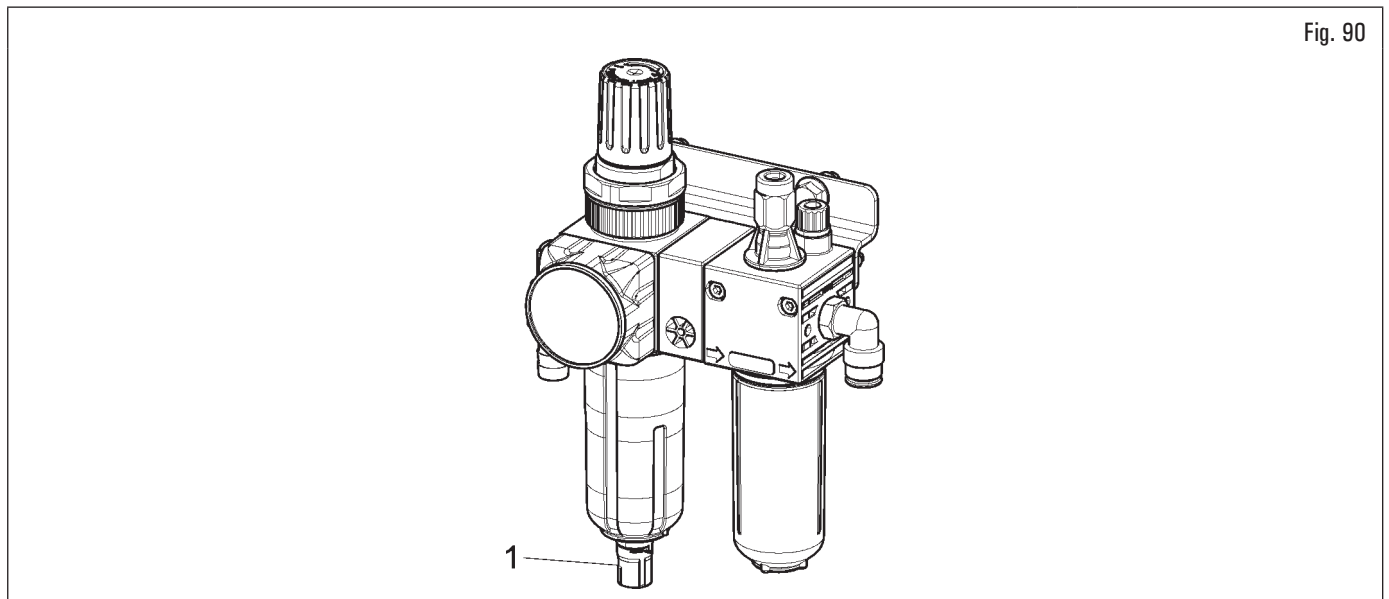

Fig. 90
- L'ensemble de conditionnement a un décharge à dépression automatique et pour cette raison il ne nécessite pas d'aucune intervention manuelle par l'opérateur (voir Fig. 90).
pour garantir une bonne fonctionnalité et éviter la présence de condensation dans les groupes de traitement air avec vidange semi-automatique, il est nécessaire de s'assurer que la soupape (Fig. 90 réf. 1), située sous le bouchon, soit dans la position correcte. Le bouchon doit être tourné correctement pour obtenir une fonction de vidange appropriée.